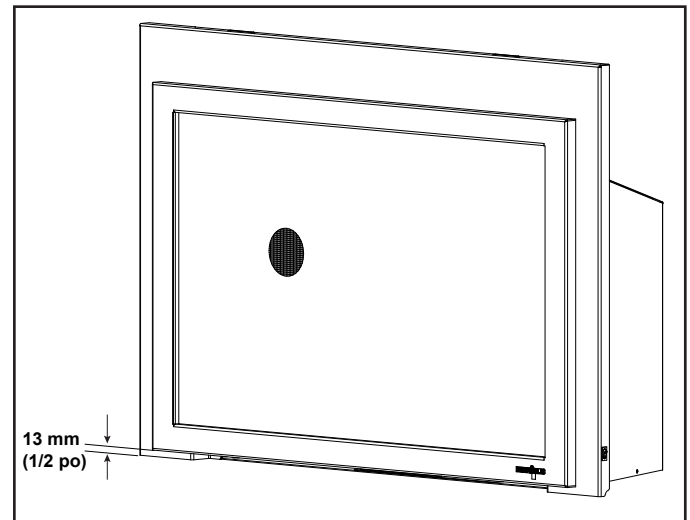

Figure 3.16 Minimum requis de 12,7 mm (1/2 po) Espace en bas de la façade
- Un espace de 12,7 mm (1/2 po) doit être maintenu sous la partie inférieure de la face avant. Voir la figure 3.16.